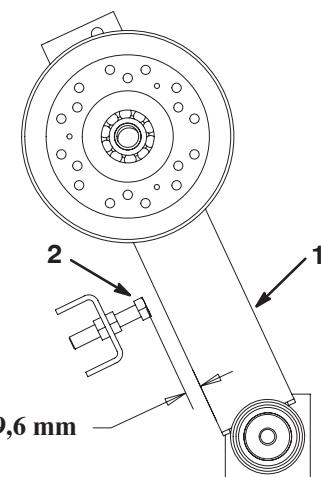

Bild 70
14. Prüfen Sie die Anschlagschraube des Spannarms (Bild 70). Wenn der Abstand zwischen dem Spannarm und der Anschlagschraube nicht ungefähr 9,6 mm beträgt, gehen Sie folgendermaßen vor: